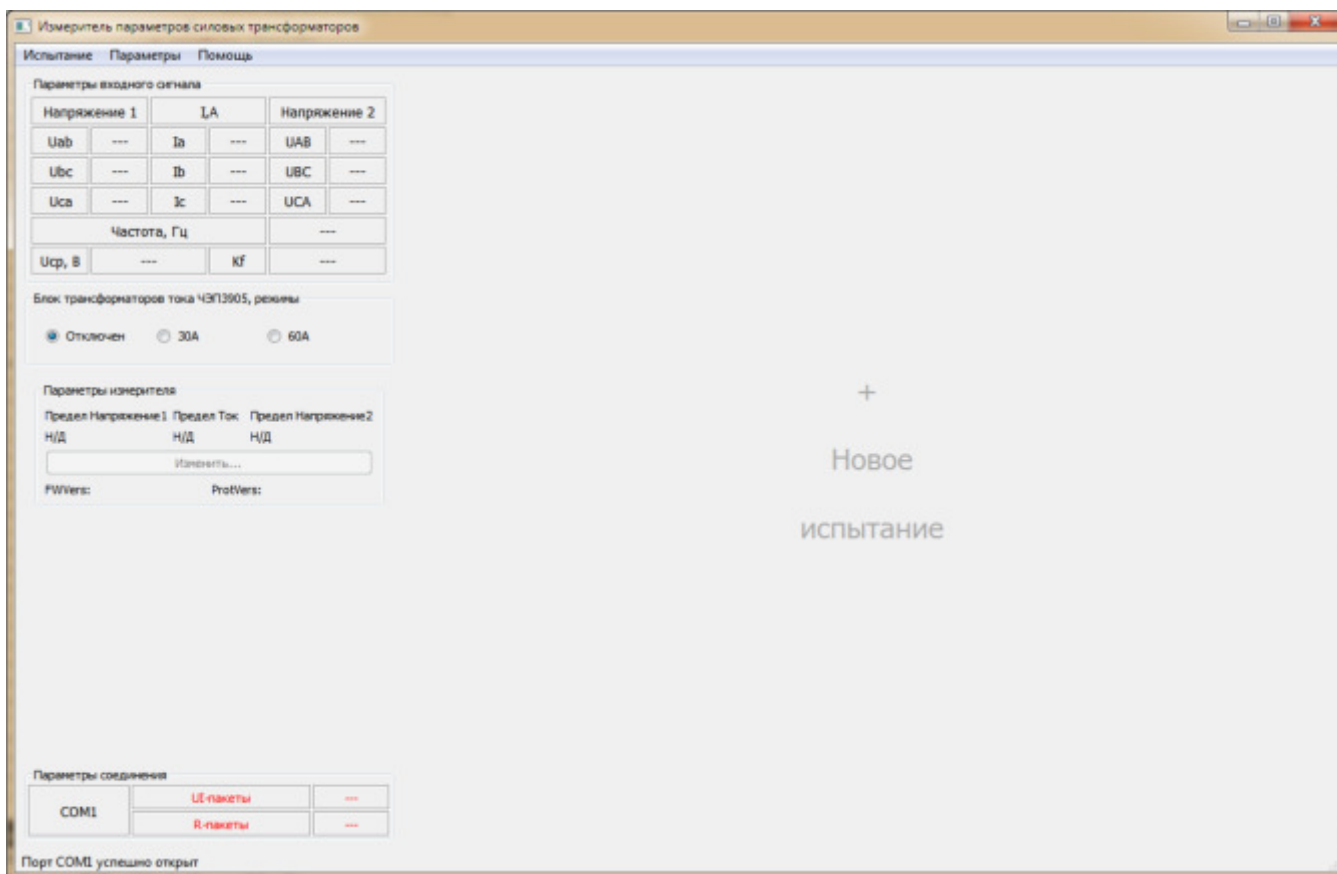

Рис. 4. Основное рабочее окно ПО «СЭИТ»
После запуска программы на экране появляется основное рабочее окно. Его вид представлен на рис. 4.
1) Запускаем ПО, ждем загрузки и появления основного рабочего окна (рис. 4).